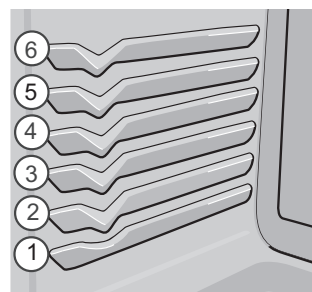

Figure 10 : Utilisez les positions 1 et 5 pour la cuisson avec plusieurs grilles
- Pour des résultats optimaux lorsque vous cuisez des gâteaux avec deux grilles de four, placez la grille à glissière en position 4 et la grille plat en position 1. (Voir Figure 10).